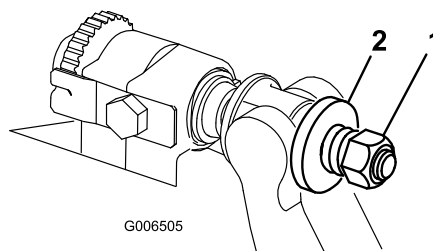

Figura 22
3. Aperte a porca da mola tensora até que a mola fique recolhida; em seguida, desaperte meia volta (Figura 22).